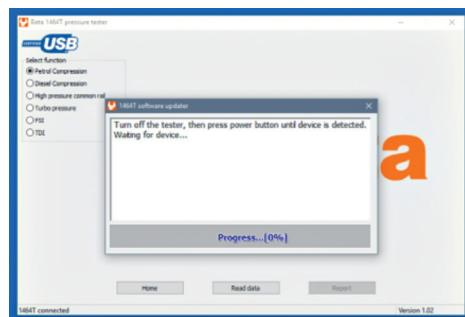
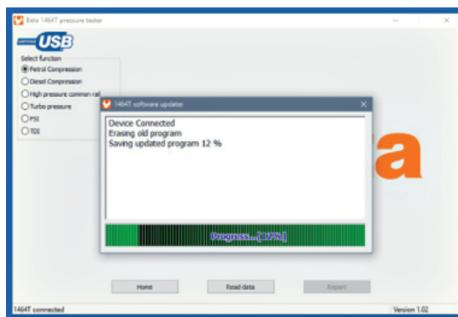

Fig. 5
Fig. 6
- A mensagem seguinte (ver fig. 5) indicará para desligar o testador e manter carregada a tecla de ligação até a detecção do testador por parte do PC. Nesta fase é muito importante manter carregada a tecla de ligação (ao redor de 6 segundos) até a detecção do testador por parte do PC na modalidade de atualização (ver fig. 6).
- Depois de detectado o testador, será iniciado o processo de atualização (ver fig. 6).